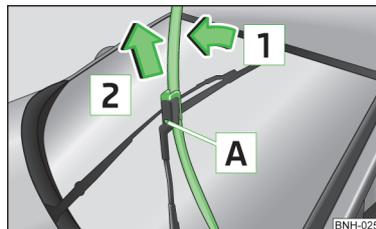

Fig. 142
- › Sollevare il braccio del tergicristallo dal cristallo in direzione della freccia **1** » fig. 142.